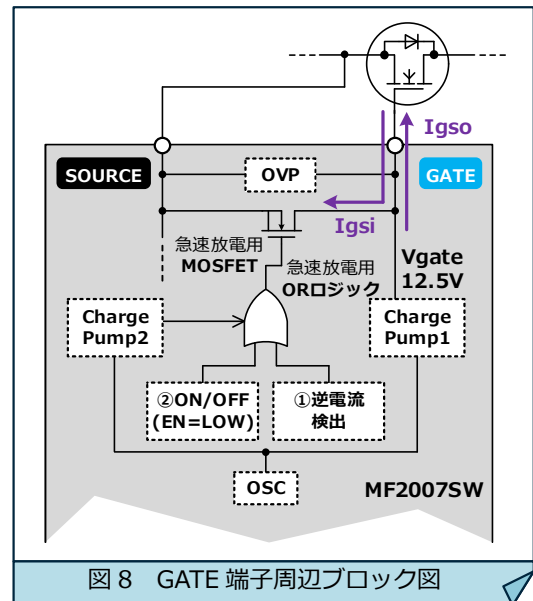

図 8 GATE 端子周辺ブロック図
MF2007SW は GATE 急速放電機能を備えています。GATE 急速放電機能は①逆電流検出と②ON/OFF (EN=LOW) の時に動作します。急速放電用 OR ロジック入力部で①、②の状態を検出すると、IC 内 GATE-SOURCE 間の急速放電用 MOSFET が ON して GATE 電圧を急速に放電します（図 8 参照）。急速放電用 OR ロジックは IC 内 Charge Pump2 の出力を供給源として動作します。Charge Pump2 は Charge Pump1 と同時に IC 内 OSC の発振開始によって動作し始めます。図 8 中①、②の GATE 急速放電能力は以下の通りです。
①逆電流検出による GATE 急速放電 ※逆電流阻止動作の詳細は 4.5 項（次ページ）を参照。
②EN=LOW による GATE 急速放電 ※前ページの「4.2 項半導体リレータイプ（EN による起動・停止）」を参照。